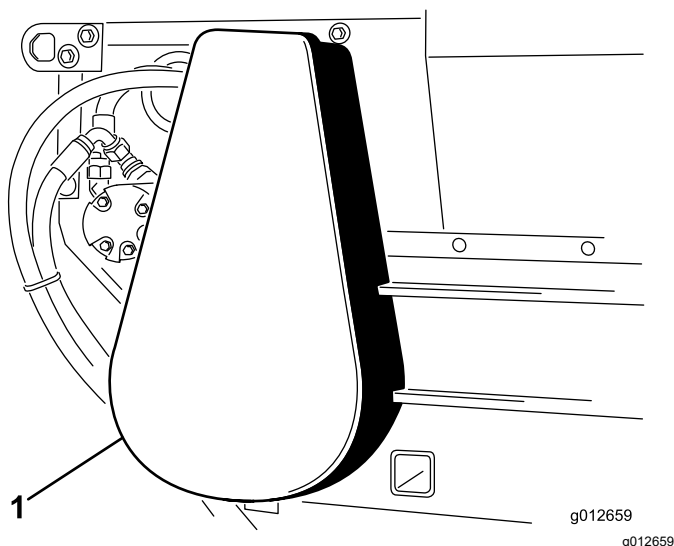

Figure 39
3. Reposez le couvercle de la chaîne (Figure 39).